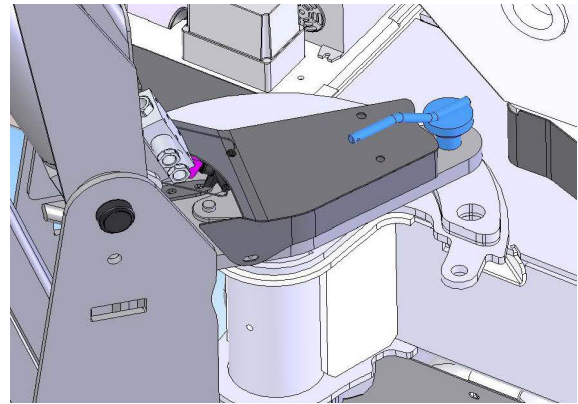

fig 3.8
En fonction des différents besoins, les stabilisateurs peuvent être installés au sol avec différentes positions, en faisant tourner leurs supports qui les relient au châssis. Une fois la position souhaitée décidée, les broches doivent être insérées dans le trous et la goupille de verrouillage des supports mentionnés ci-dessus sur le châssis pour manœuvrer la flèche (Fig. 3.8).
- Assurez-vous que toutes les broches des stabilisateurs sont correctement insérées (Fig. 3.8).